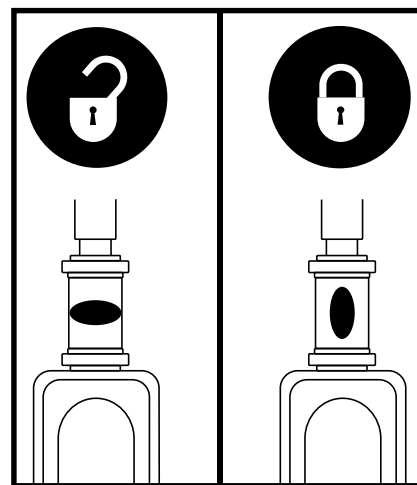

Figura 17. Bloccasterzo
1. Estrarre la chiave dall'apposito interruttore e bloccare il manubrio in posizione diritta in avanti spingendo la manopola di blocco del manubrio e ruotandola in senso orario di 90°. **Vedere figura 17.** La ruota anteriore deve essere rivolta in avanti per bloccare il manubrio.
6. Sbloccare la ruota anteriore ruotando il manubrio di 90° in senso antiorario. **Vedere figura 17.**